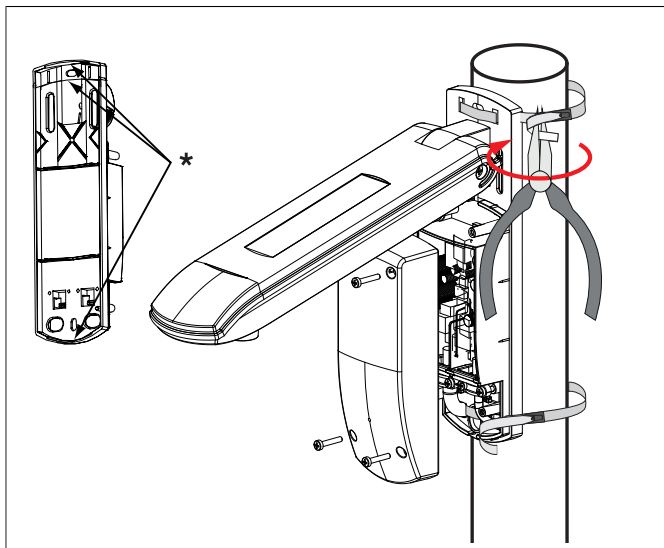

Abb. 6: Montage an einem Standrohr und Arretierung der Stahlkabelbinder
- Entfernen Sie die dünnen (dreieckigen) Stege an der oberen und unteren Kante der Montageplatte mit einem Seitenschneider (Abb. 6)